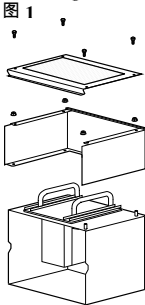
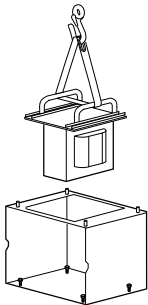

图 2
图 3
- 1 拆卸直流电抗器或互感器元件 (图 2) 以便随后安装，并通过起重机将电抗器或互感器取出 (图 3)。
- 2 将固定螺钉从托台上的电抗器或互感器支撑座上取下 (图 3)。